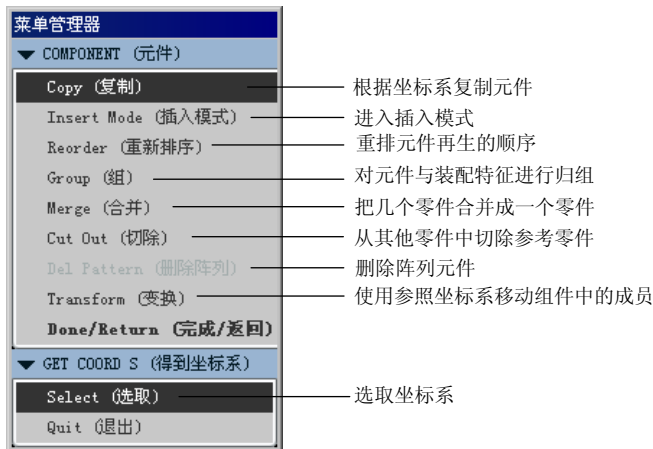

图 7.4.3 “元件”菜单
Step4. 在弹出的图 7.4.3 所示的菜单管理器中选择 **Copy (复制)** 命令。
Step5. 选择图 7.4.3 所示的“元件”菜单中的 **Select (选取)** 命令，并选择刚创建的坐标系。